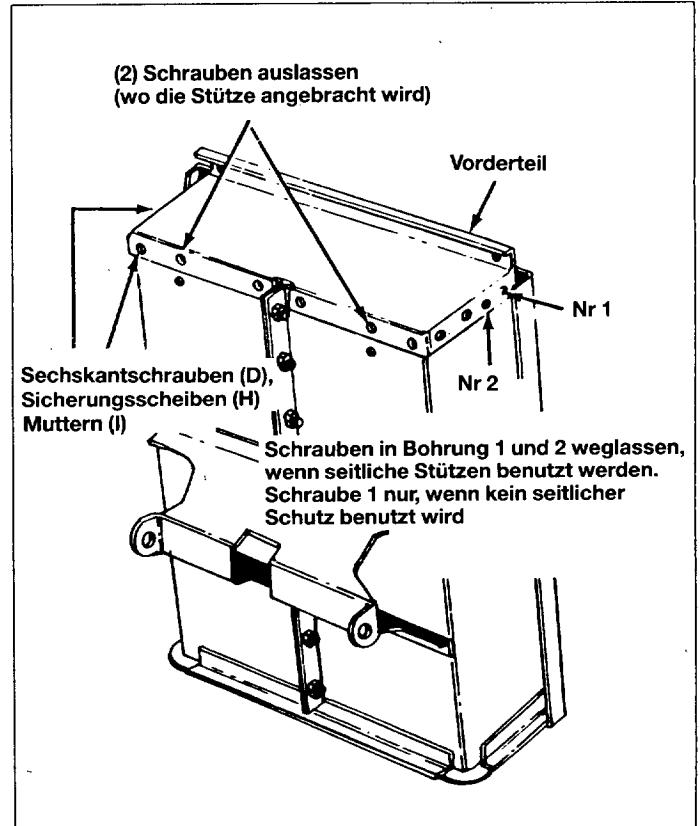

Bild 8
13. Die Vorderwand am offenen Teil des Wagens anbringen, 6x12 mm Sechskantschrauben (D), Sicherungsscheiben (H) und Muttern (I) benutzen. Schraubenköpfe zur Innenseite des Wagens hin. Siehe Bild 8.
**ACHTUNG!** Schrauben in Bohrung 1 und 2 weglassen, wenn seitliche Stützen benutzt werden. (Zusatzausrüstung) Siehe Bild 8.